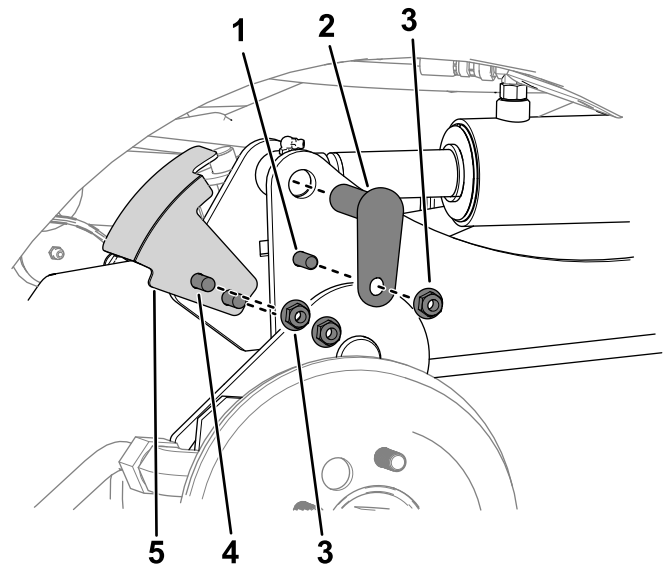

Figura 3
- B. Îndepărtați cele 2 uruburi de fixare și 2 piulie ($\frac{3}{8}$ ") pentru a fixa suportul senzorului pe braul de ridicare dreapta (Figura 3).
- C. Îndepărtați cele 2 uruburi ($\frac{3}{8}$ " x $1\frac{1}{4}$ "), 2 piulie ($\frac{3}{8}$ ") și 2 tifturi mici pentru a fixa brațele de ridicare pe cilindri (Figura 3).